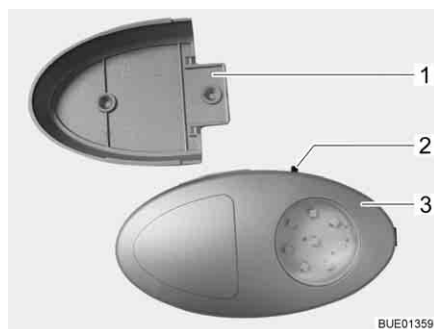

Fig. 67 Lámpara del armario ropero
- ▷ La lámpara del armario ropero puede ser extraída del soporte atornillado (Fig. 67,1) y ser usada como linterna.
El interruptor (Fig. 67,2) está instalado directamente en la lámpara del armario ropero (Fig. 67,3).